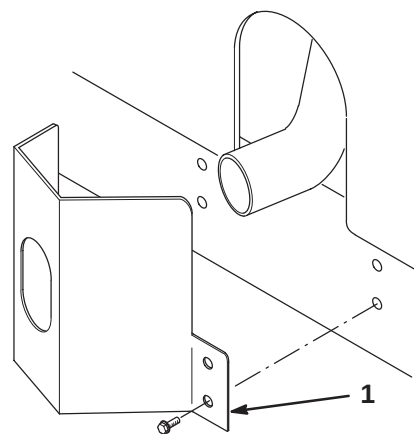

Bild 9
1. Positionieren Sie das Auspuffschutzblech um den Schalldämpfer, während Sie gleichzeitig die Befestigungslöcher auf die im Chassis abstimmen (Bild 9).
2. Befestigen Sie das Auspuffschutzblech mit vier Blechschrauben am Chassis (Bild 9).